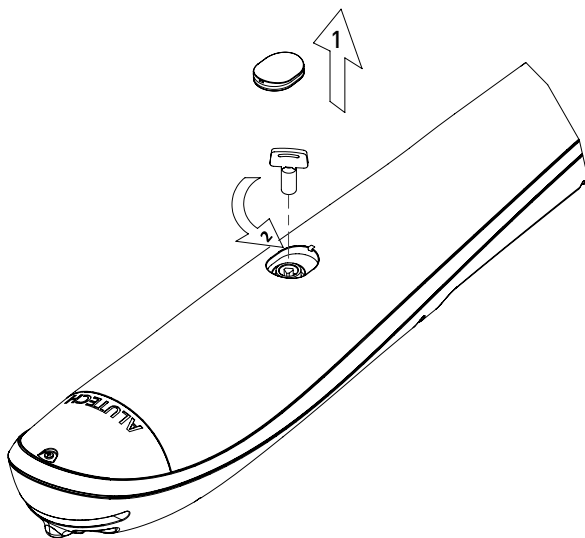

Рисунок 15. Ручная разблокировка
Разблокировка привода (рис. 15) выполняется специальным ключом из комплекта привода. Ключ поворачивается на  $\sim 180^\circ$  в направлении маркировки **OPEN**. Чтобы вернуть привод в заблокированное состояние (зацепление) необходимо ключ повернуть в направлении знака **CLOSE**. После блокирования медленно, без рывков и ударов переместите створку рукой, пока не услышите характерный щелчок зацепления.
- Разблокируйте привод как показано на *рис. 15*.